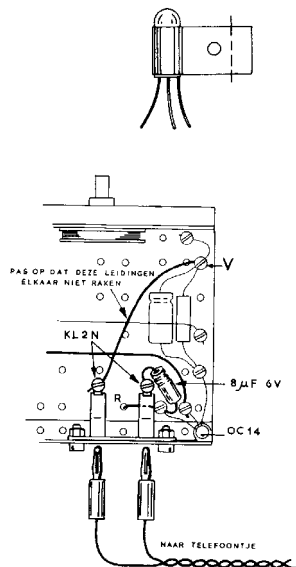
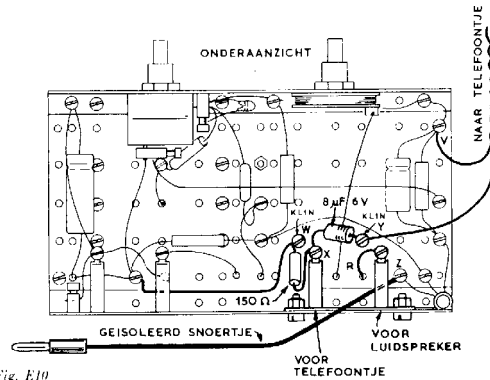
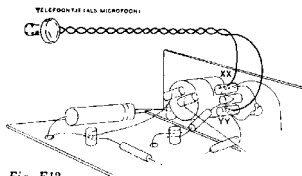
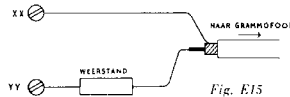

Fig. E8
Fig. E10
Fig. E12
Fig. E15
2. Monteer deze stekerbuisplaat nu tegen de metalen montageplaat, naast de transistor OC 14 (fig. E8).
3. Breng de elektrolytische condensator van $8 \mu\text{F}-6 \text{ V}$ aan volgens figuur E8. De rillen in de condensator komen aan de kant van de stekerbuisplaat.
4. Leg een leiding van de tweede klem op de stekerbuisplaat naar klem V op de bruine isolatieplaat (fig. E8). Zorg er voor, dat deze leiding helemaal vrij is. Gebruik eventueel geïsoleerd montagedraad.
1. Verleg leiding C zó, dat twee extra klemmen KL 1N kunnen worden aangebracht (fig. E10). Leiding C komt nu dicht langs verschillende onderdelen te liggen en het is dus beter geïsoleerd montage draad te gebruiken.
3. Zet twee extra klemmen KL 1 N vast in de gaten, die in fig. E10 zijn aangegeven.
5. Monteer vervolgens deze stekerbuisplaat naast de transistor OC 14 tegen de metalen montageplaat (fig. E10). Zie de opmerking bij fig. E8.
6. Breng, volgens fig. E10, een weerstand van 150 ohm aan tussen klem X aan de stekerbuisplaat en de extra klem W. De kleurringen op een 150 ohm-weerstand zijn achterenvolgens bruin-groen-bruin.
7. Monteer een **elektrolytische condensator van 8 μ F - 6 V** tussen de klemmen X en Y (fig. E10). Denk om de juiste stand van deze condensator!
9. Leg nu een leiding tussen klem W en de klem nabij de antenne/aardestekerbuisplaat, waaraan onder andere de leiding vanaf de potentiometerschakelaar is vastgemaakt (fig. E10).
12. Zet het telefoonsnoertje vast in de klemmen V en Y (fig. E10).
In figuur E12 is nog eens getekend, waar de aansluitdraden van het telefoontje precies moeten worden vastgezet. Als je zo de „Pionier III” inschakelt, dan zal het geluid dat het microfoontje opvangt weer uit de luidspreker te voorschijn komen. Hoor jezelf maar eens in actie als radioomroeper!
Misschien vind je het prettiger als je de microfoon los kunt nemen, wanneer je dat wilt. Met behulp van een extra stekkerbusplaat kunnen we ook dat mogelijk maken. Maak deze stekkerbusplaat vast tegen de metalen montageplaat, naast de transistor OC 14, dus juist als in fig. E8. Verbind daarna elk van de bussen van de stekkerbusplaat met één van de in figuur E12 aangegeven klemmen XX en YY aan de potentiometer. Het telefoontje kan nu met behulp van twee banaanstekers worden aangesloten.
De Philips „Pionier III” kan worden gebruikt voor het weergeven van grammofoonmuziek. Juist zoals we de elektrische trillingen van het microfoontje kunnen versterken en met behulp van de luidspreker hoorbaar maken, kunnen we ook de elektrische trillingen van een grammofoon aan de „Pionier” toeveren. Het snoer van de grammofoon moet je dan op dezelfde manier aansluiten als het snoertje van het telefoontje (microfoontje) in fig. E12. Dus: aan de twee buitenste klemmen aan de potentiometer.
Om een goede geluidsweergave te verkrijgen, verdient het aanbeveling nog een weerstand met een waarde tussen 100.000 en 330.000 ohm aan te sluiten, zie figuur E15. (De klemmen XX en YY in deze figuur zijn dezelfde als die in figuur E12.)
Een fluittoon kan met de „Pionier III” op verschillende manieren worden gemaakt. Eén van die methoden is eigenlijk al genoemd op blz. 32. Wanneer het kristaltelefoontje wordt gebruikt als microfoon en je houdt het dicht bij de luidspreker, dan ontstaat „rondzingen”, waarbij de luidspreker een fluittoon laat horen. Om morse-tekens te kunnen maken, kun je de seinsleutel aansluiten tussen de draadklem YY (fig. E12) en één aansluitdraad van het telefoontje. De andere aansluitdraad van het telefoontje blijft in klem XX vast zitten. Dus: het telefoontje moet aangesloten zijn tussen klem XX en de seinsleutel, terwijl de tweede aansluiting van deze laatste via een draad met klem YY wordt doorverbonden (zie fig. E12).